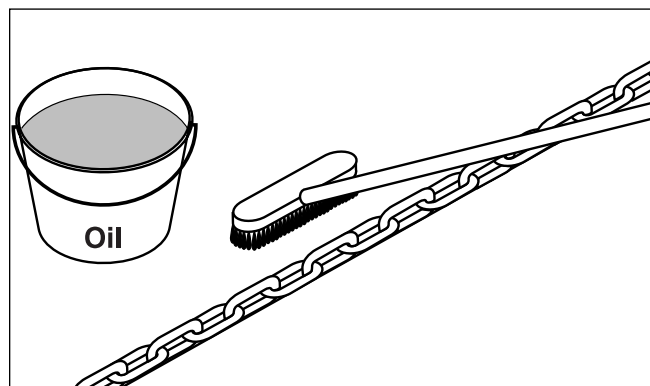

Fig. 3
7. Avant le premier démarrage, appliquer de l'huile sur toute la longueur de la chaîne – *fig. 3*. S'assurer que tous les points de friction des maillons sont bien lubrifiés;